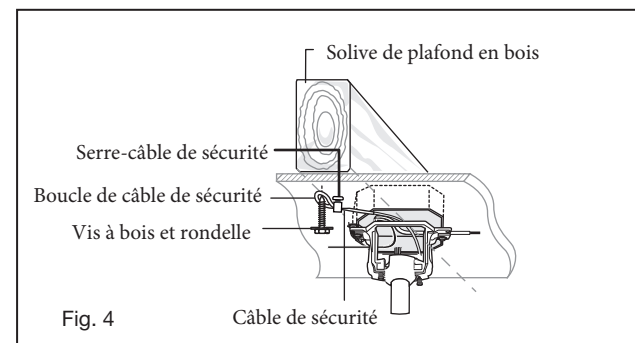

Fig. 4
REMARQUE: La languette opposée à l'ouverture du support de suspension doit s'insérer dans la fente de la boule. (Fig.4)
- 2 Connectez les fils noirs du commutateur dans le berceau A aux fils noirs dans le boîtier de commutation. Fil d'entrée chaud vers l'un des fils du commutateur du socle. Le câble d'alimentation du ventilateur est connecté au fil de commutation restant. (Fig. 4)
Un flux d'air VERS LE HAUT déplace l'air plus chaud de la zone du plafond comme illustré à la figure 4. Cela vous permet de régler votre unité de chauffage sur un réglage plus frais sans affecter votre confort.